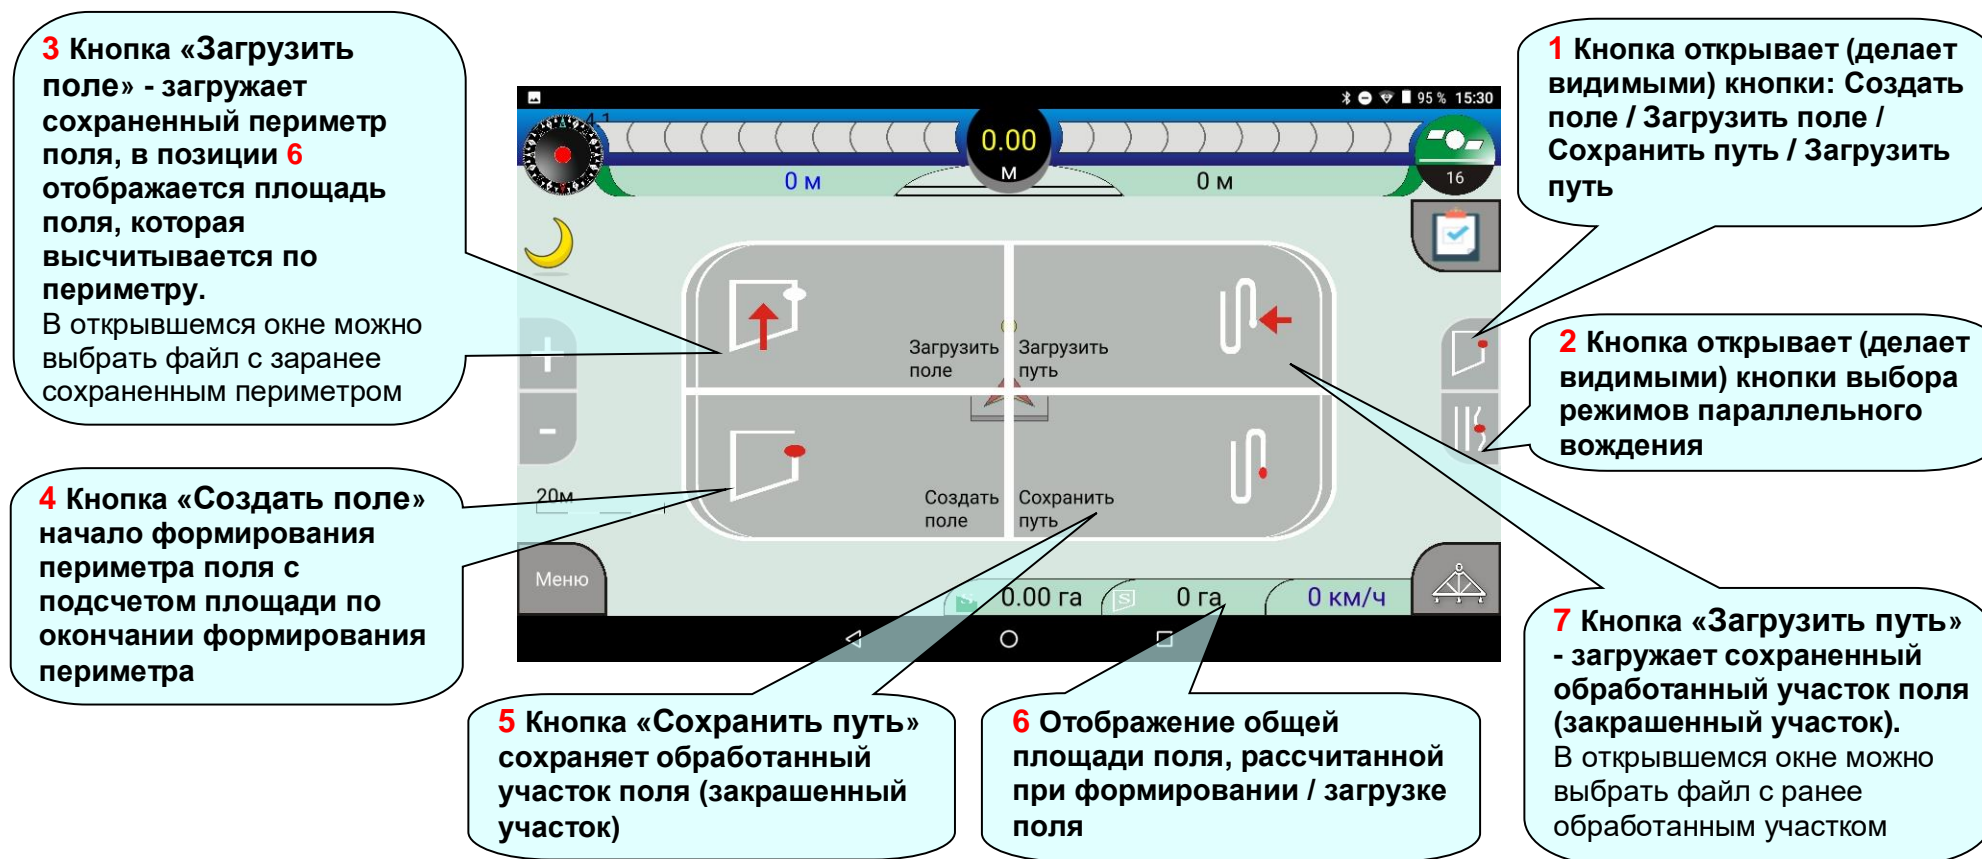

Рисунок 7
На экране появится окно «**Настройки точности**» (рисунок 7).
Для перехода в режим формирования поля и подсчета его площади нажать кнопку **1** (рисунок 7).
- нажать кнопку **4** (рисунок 7);
Периметр будет сохранен, внизу экрана (рисунок 7, поз. **6**) будет выведена рассчитанная площадь.
- нажать кнопку **1** (рисунок 7);
Для перехода в режим параллельного вождения нажмите кнопку **2** (рисунок 7).
Обработанный участок также можно просмотреть в программе **ASN-agro**, для этого нажать кнопку **1** (рисунок 7), в открывшемся окне выбрать «**Загрузить путь**», в папке «**ASN_agro**» выбрать «**Report**» далее выбрать файл с расширением **_Seeder.kml**.